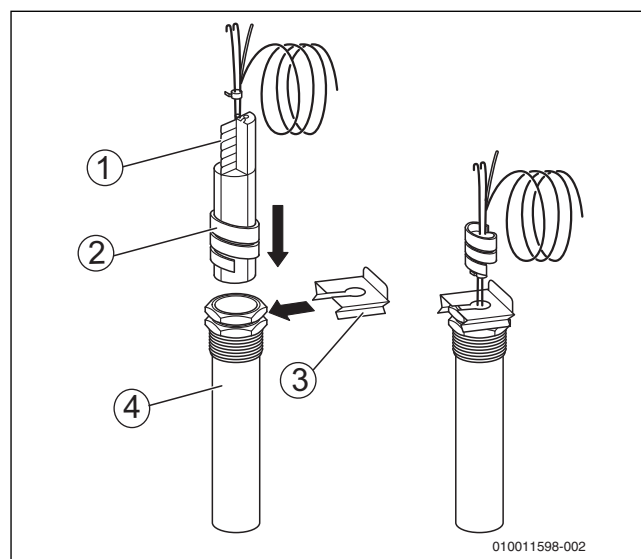

Рис. 22 Установка пластмассовой спирали в погружную гильзу
- ▶ Закрепите комплект датчиков в гильзе фиксатором [3] (→ рис. 22, стр. 25).
Пластмассовая спираль [2], удерживающая датчики, при установке автоматически сдвигается назад (→ рис. 22, стр. 25).
Для создания хорошего контакта между гильзой [4] и датчиками, чтобы обеспечить надёжную передачу температуры, вставьте между датчиками компенсационную пружину [1] (→ рис. 22, стр. 25).